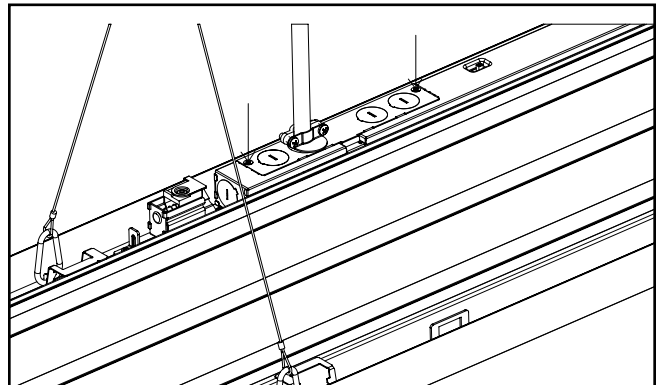

Figura 21.
10. Cubra los cables con la placa de acceso y vuelva a colocar los tornillos para finalizar la instalación (ver Figura 21).